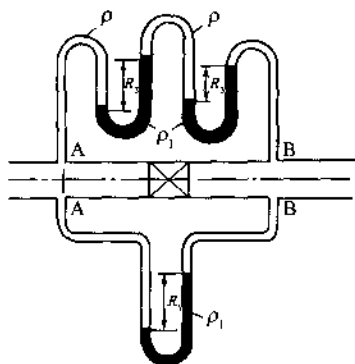
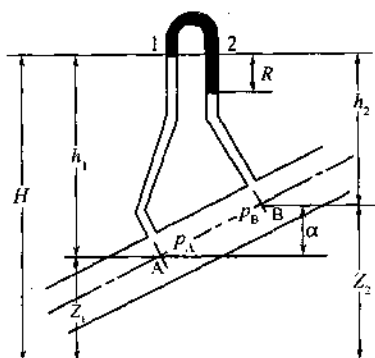

图 1-2
图 1-3
- ① 减少被测流体与指示液之间的密度差
- ② 采用倾斜式微压计 (将细管倾斜放置的单杯压强计)
- ③ 双液杯式微压计
- ④ 加大被测流体与指示液之间的密度差
24. 如图 1-2 所示, A、B 两断面分别位于直管段内, 并在两断面装上 U 形管和复式 U 形管压强计。两压强计内指示液相同, 复式 U 形管压强计的中间流体和管内流体相同。则读数 R_1 、 R_2 、 R_3 之间关系为_____。
- ① $R_1 = R_2 + R_3$
- ② $R_3 = R_1 + R_2$
- ③ $R_2 = R_1 + R_3$
- ④ R_1 、 R_2 、 R_3 间无定量关系存在
25. 如图 1-3 所示, 在断面 A 和 B 处接一空气压差计, 其读数为 R , 两测压点间垂直距离为 a , 则 A、B 两点间压差为_____。
- ① $p_A - p_B = gR\rho_{\text{指}}$
- ② $p_A - p_B = gR(\rho_{\text{指}} - \rho_{\text{空}})$
- ③ $p_A - p_B = gR(\rho_{\text{指}} - \rho_{\text{空}}) + \rho_{\text{指}}ga$
- ④ $p_A - p_B = gR\rho_{\text{空}} + \rho_{\text{空}}ga$